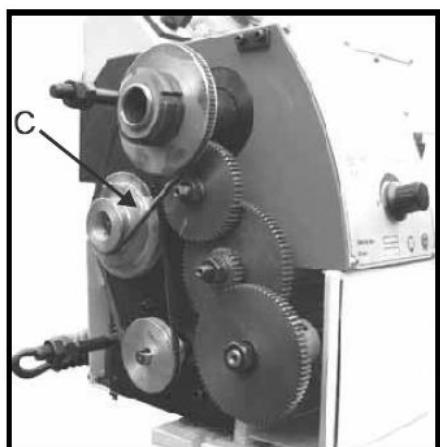

Рис. 16
2. Отрегулируйте соответствующее положение клиновидного ремня (C, Рис. 16).